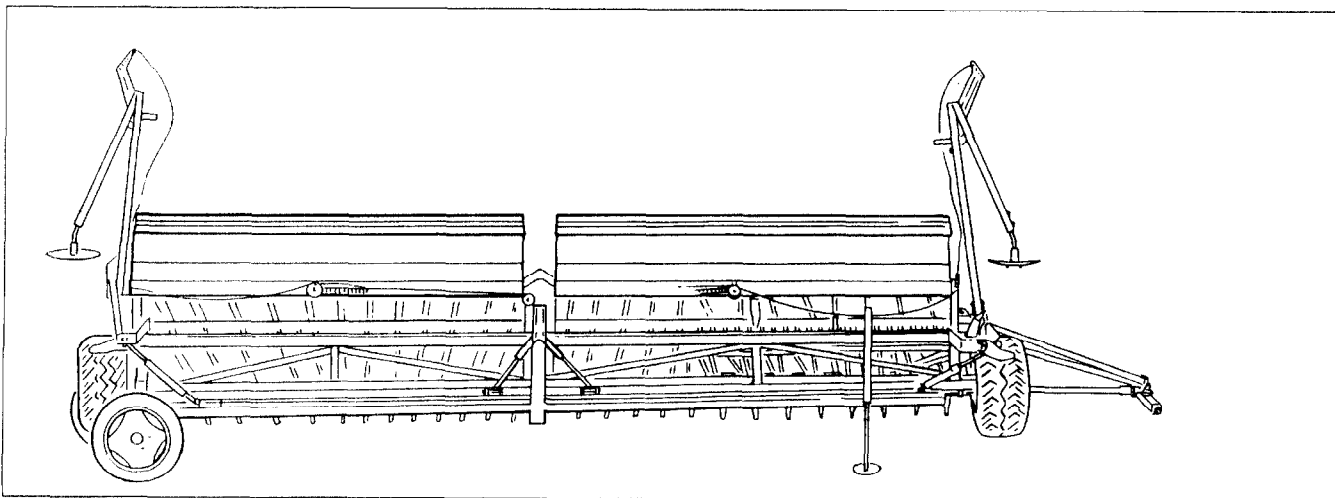

Fig. 20.14
- Posez le semoir (voir fig. 20.14) sur ses deux roues de transport et sur la béquille de remisage, puis décrochez le tracteur.